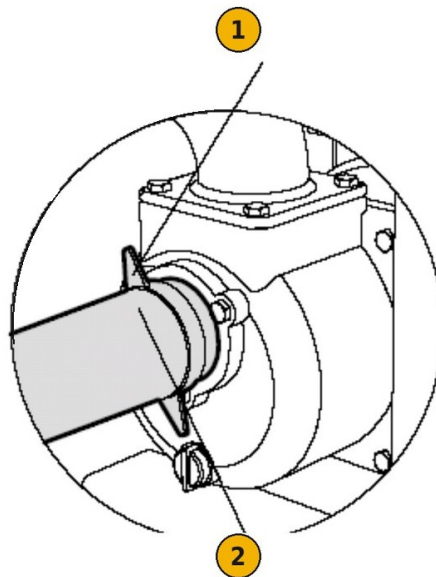

FIG. 5 — Ligação da mangueira de aspiração: 1 abraçadeira; 2 mangueira
- 2) Introduza a mangueira na espiga e fixe-a com uma abraçadeira (FIG. 5).